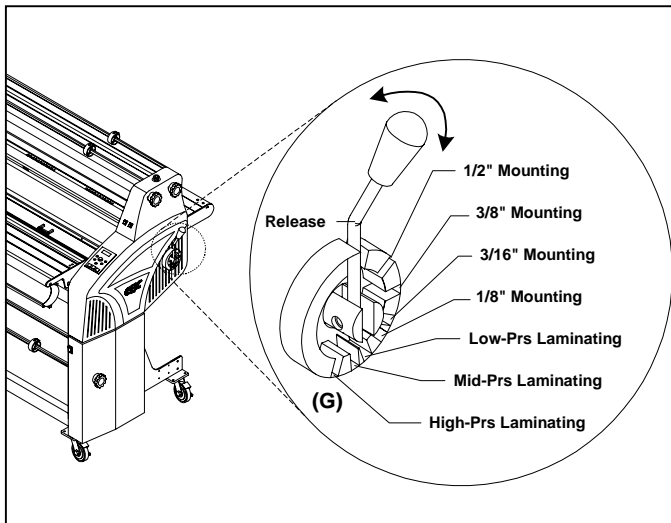

Fig. 16
**G. ROLLER HANDLE:** (Figure 16)